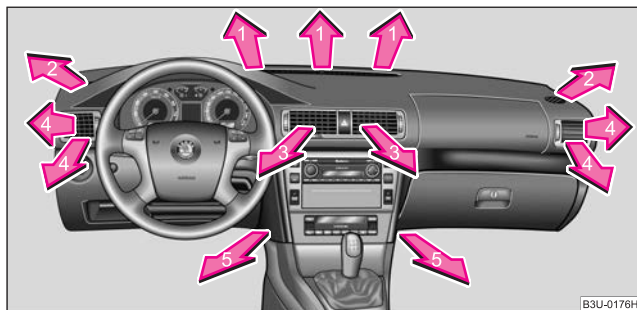
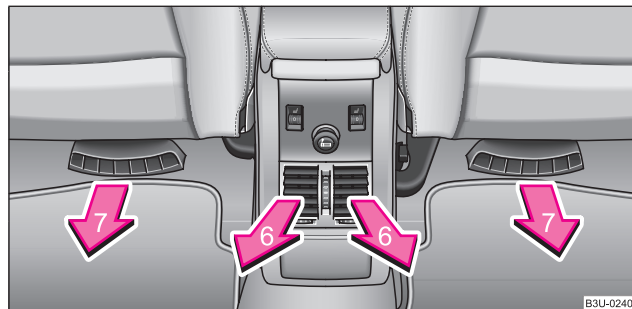

Abb. 110 Luftaustrittsdüsen vorn
Abb. 111 Luftaustrittsdüsen hinten
- Stellen Sie die Luftaustrittsdüsen **3** und **4** ⇒ Seite 98, Abb. 110 nach oben.
Die Düsen 3 und 4 ⇒ Abb. 110 und 6 ⇒ Abb. 111 können Sie auch einzeln einstellen.